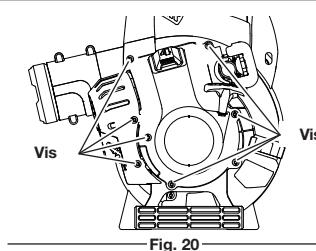

Fig. 20
- Retirez les 8 vis du couvercle du moteur à l'aide de l'outil approprié (Fig. 20) et enlevez le couvercle.
REMARQUE : Assurez-vous que les vis sont réinstallées dans leurs trous d'origine (Fig. 20).